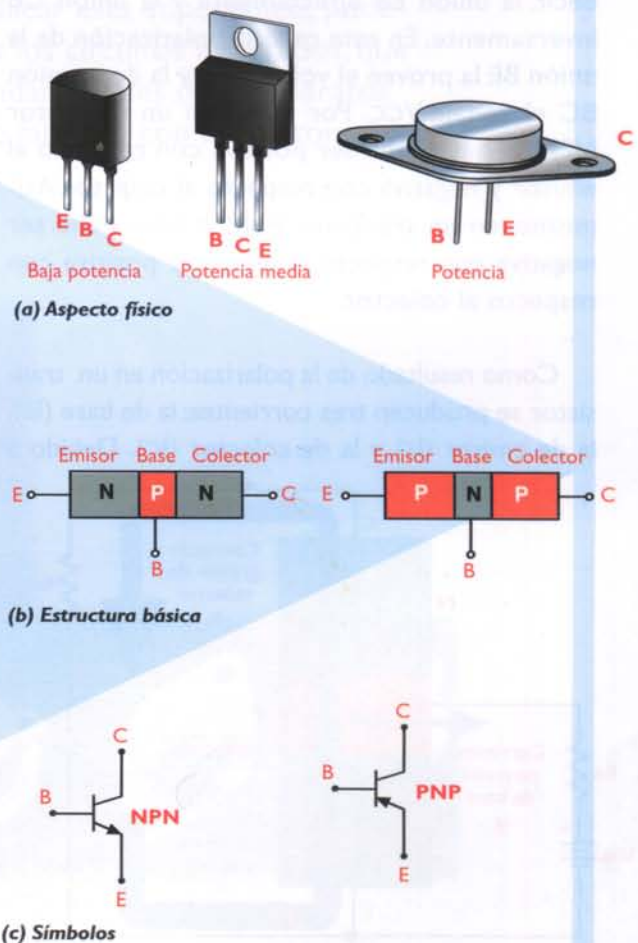

Figura 10.4. Principales tipos de transistores bipolares
Son dispositivos semiconductores formados por una capa de material tipo P emparedada entre dos capas de material tipo N, o una de material tipo N emparedada entre dos de tipo P. En el primer caso se tiene un transistor **NPN** y en el segundo un transistor **PNP**. **Figura 10.4.** La capa central se denomina **base** (B) y las de los extremos **emisor** (E) y **colector** (C), respectivamente.